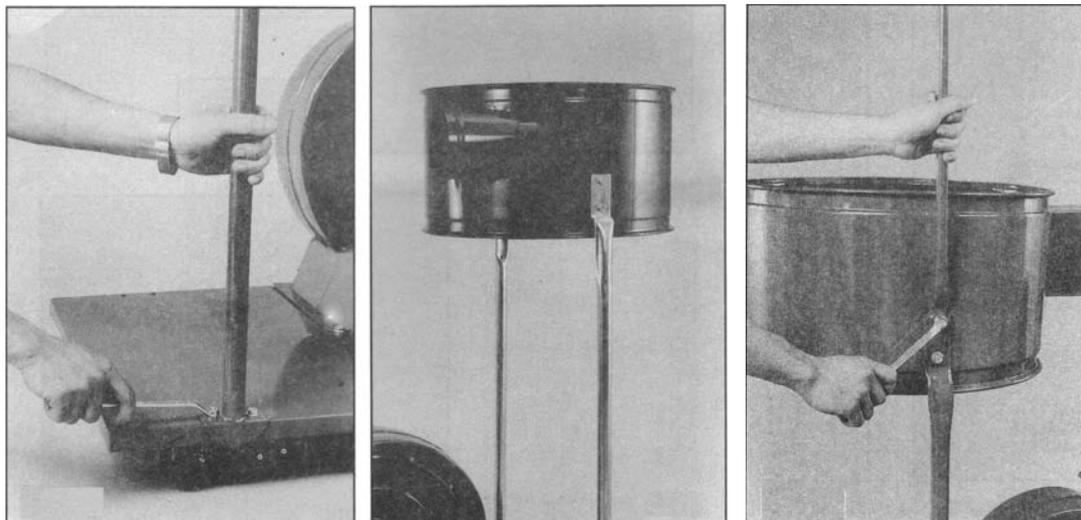

Figura 20 – Montaggio dei supporti e del corpo convogliatore.
6. Collegare un'estremità del tubo flessibile (A) al collettore di uscita del carter della ventola di aspirazione (Figura 20) ed assicurarla con la fascetta (M).